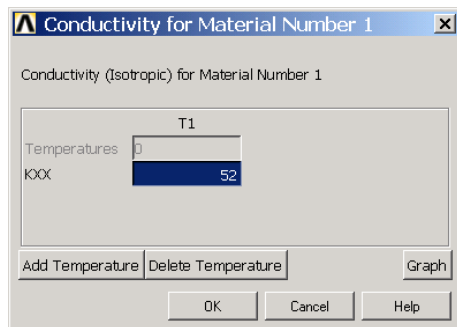

图4.83 输入材料参数值
(4) 双击【Isotropic】菜单，弹出如图 4.83 所示的对话框。在【KXX】文本框中输入【52】，然后单击【OK】确认。